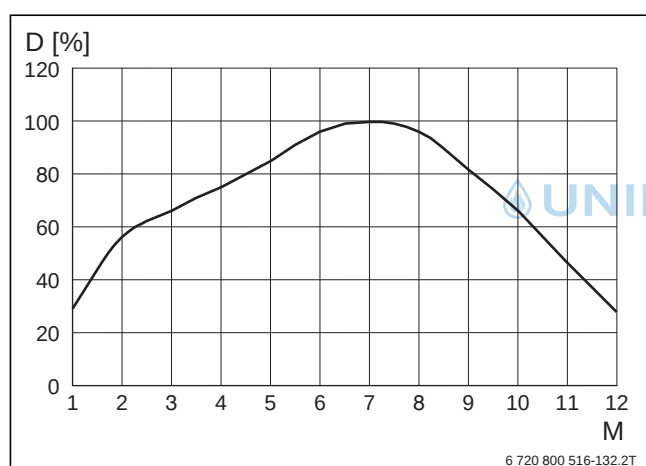

Bild 144 Deckungsgrad
- Solaranlage mit 4 m² Brutto-Kollektorfläche bei einem Warmwasserbedarf von 200 l/d am Standort Frankfurt (Gesamtdeckungsgrad: 65 % (→ Bild 144))